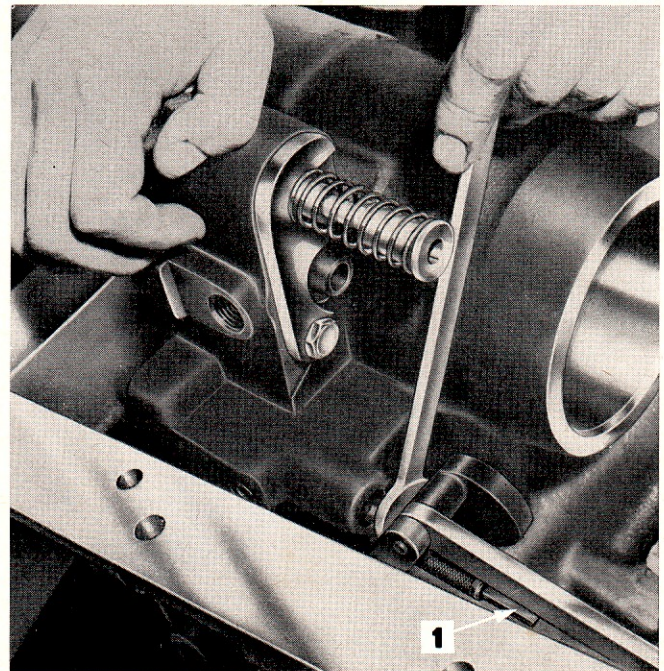

Figure 59: Dépose du poussoir de clapet d'annulation de la régulation de débit
1. Placer le levier sélecteur dans la position convenable, et, avec une clé plate mince, extraire le clapet d'annulation de la régulation de débit et son guide situés derrière le levier sélecteur, (Figure 59).